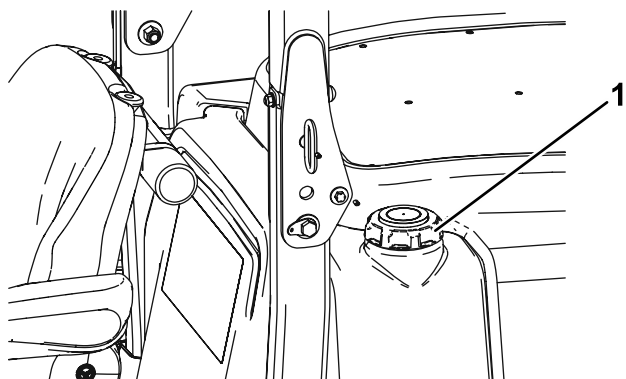

Figura 12
3. Retire el tapón del depósito de combustible (Figura 12).